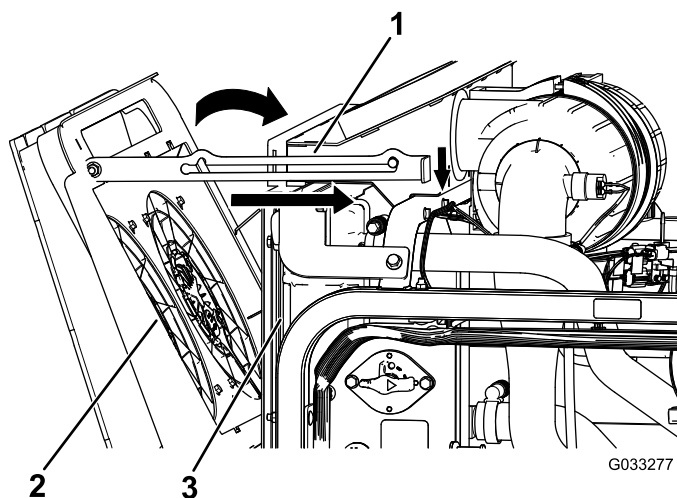

Figure 108
4. Faites pivoter les ventilateurs de refroidissement du moteur vers l'avant et calez la béquille dans le cran (Figure 108).